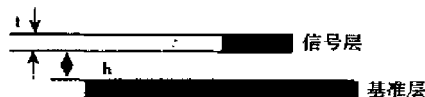

图 1 表面微带线结构
表面微带线的特性阻抗值较高并在实际中广泛采用,它的外层为控制阻抗的信号线面,它和与之相邻的基准面之间用绝缘材料隔开,见图 1。
从图 1 以及公式(1)可以看出,影响特性阻抗的主要因素是:(1) 介质常数 ϵ_r ;(2) 介质厚度 h ;(3) 导线宽度 w ;(4) 导线厚度 t 等。因而可知,特性阻抗与基板材料(覆铜板材)关系是非常密切的,故选择基板材料在 PCB 设计中非常重要。